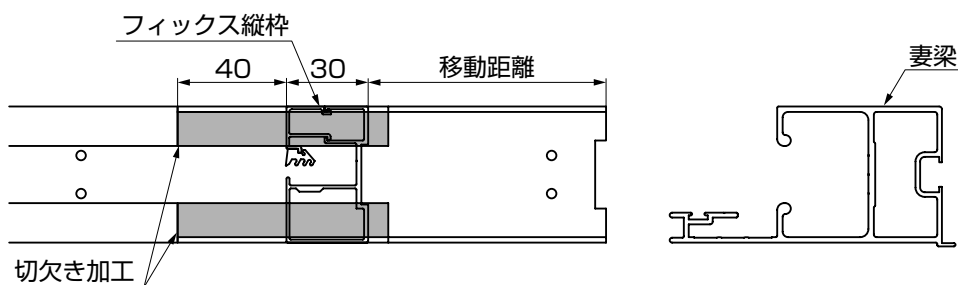

図3-1
- ①図3-1のようにフィックス縦枠の移動距離に合わせて、妻梁の框乗込み口を加工してください。